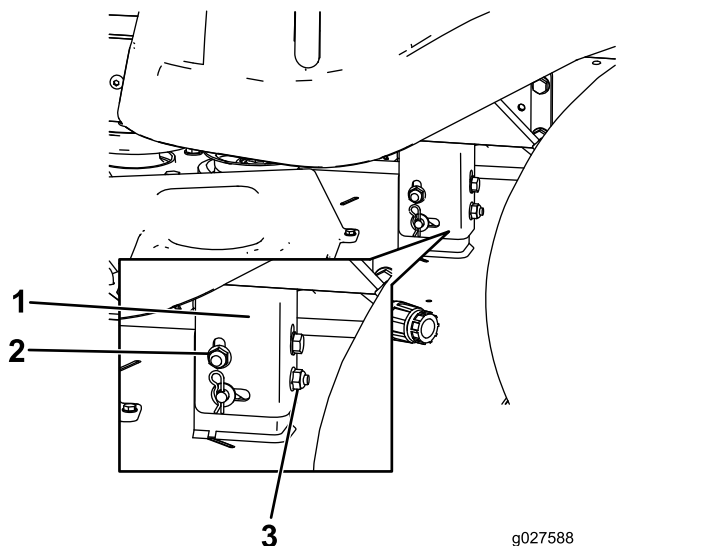

Figura 57
8. Eleve o baje el lado izquierdo de la carcasa de corte girando la tuerca trasera (Figura 57).
Nota: Gire la tuerca trasera en sentido horario para elevar la carcasa de corte; gire la tuerca trasera en sentido antihorario para bajar la carcasa de corte (Figura 57).